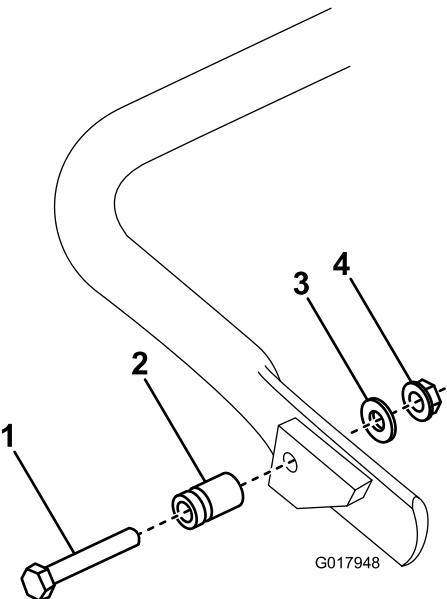

Рисунок 7
- На модели 04056 подсоедините пружинодержатель к правой стороне откидной опоры (Рисунок 7), используя входящие в комплект болт, шайбу и фланцевую гайку.